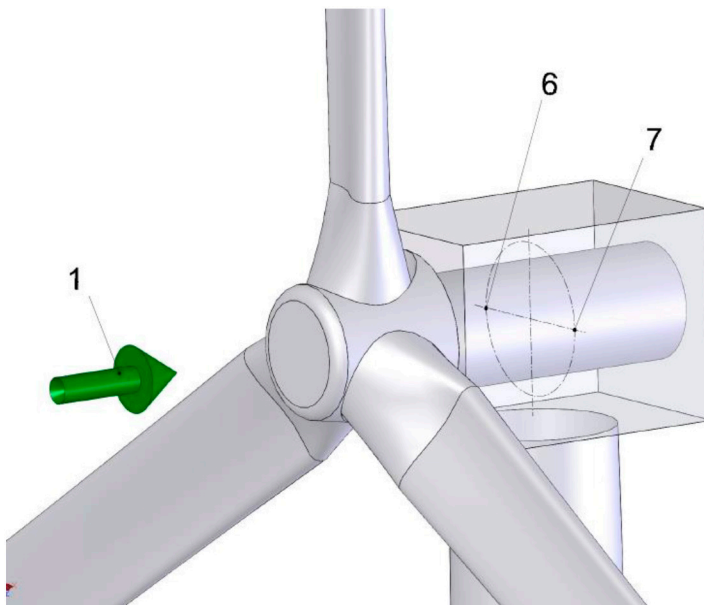

Abb. 26: Typische Lage des Härteschlupfes am Hauptlager
- Schrauben **ohne** durchgehendes Gewinde bis zum Kopf verwenden. Abb.26